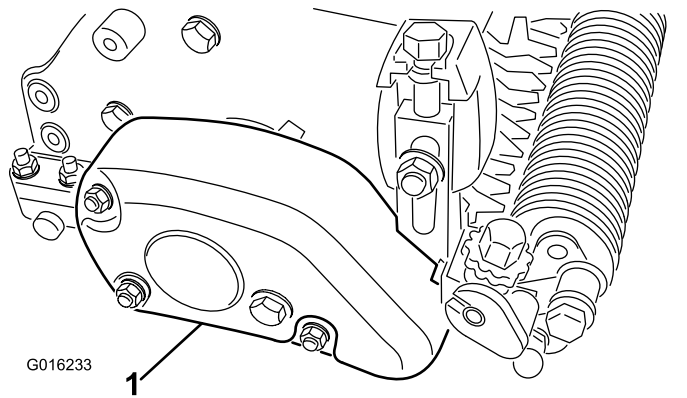

Figure 19
3. Fixez le nouveau protège-courroie sur le carter du groomer avec 3 contre-écrous (Figure 19).